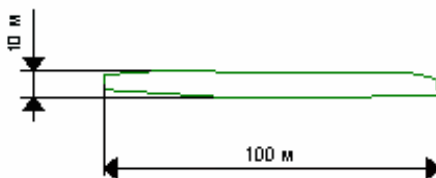

Рис.1 Первый контур рудного тела на отметке X=300м
5. На панели инструментов нажать кнопку **Создать контур** . Сечение, на котором создается контур, только что создано, поэтому не нужно его делать модальным. ЛКМ задаем несколько точек контура. Необходимо располагать контур в центре коробки, поэтому нужно проследить, чтобы координата Z была не более 310 и не менее 300м (так задается мощность рудного тела), а координата Y изменялась в пределах от 250 до 350, при этом контур не должен выходить за пределы коробки месторождения. Замкнуть контур, нажав на клавиатуре **Shift+F1**, либо ПКМ и выбрать из списка **Замкнуть контур**. Полученная фигура должна напоминать многоугольник, похожий на вытянутый овал – это форма рудного тела в поперечном разрезе (см. рис.1).